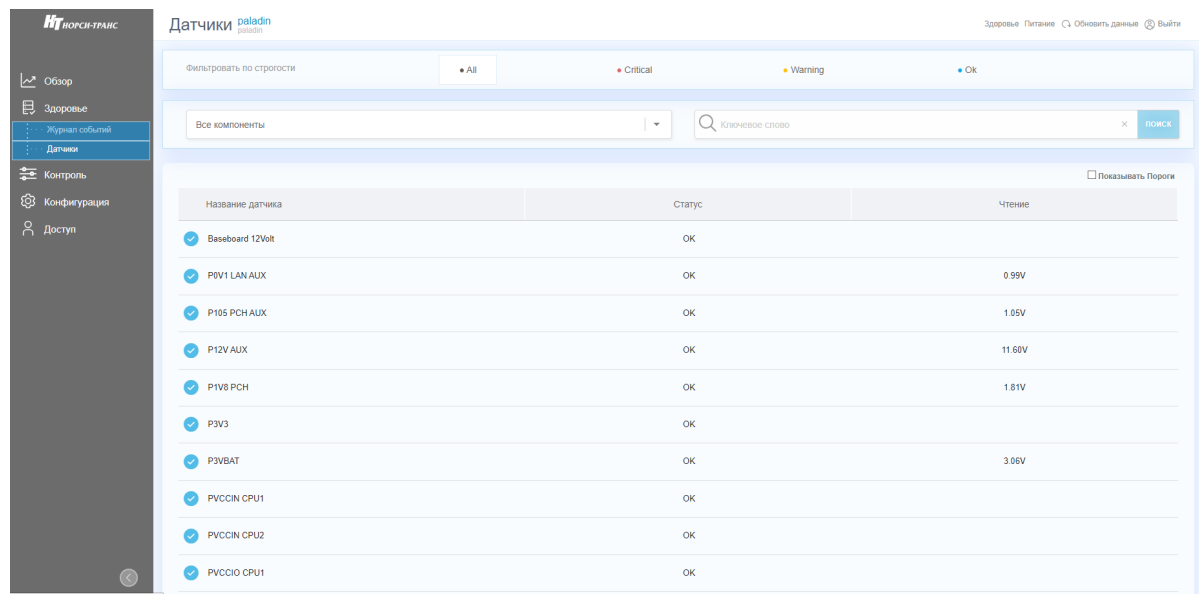

Рис. 88. Окно «Датчики»
- 3) Пройдите во вкладку «Здоровье» → «Датчики» в данной вкладке отображается информация по датчикам установленным в сервере. В поле «Фильтровать по строгости» произведите фильтрацию по степени серьезности события. В раскрывающемся списке выберите компонент сервера где хотите просмотреть состояния датчиков. В поле поиска произведите фильтрацию по ключевым словам датчиков. Окно показано на рис. 88 Окно «Датчики»